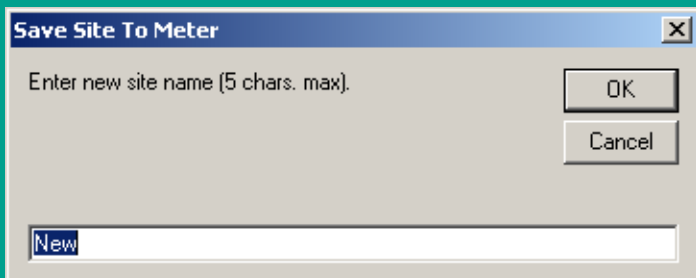

Figura 33: Janela de introdução do nome do sítio
2. Abre-se uma janela semelhante à da figura 33. Introduza o nome pretendido e clique em [OK].